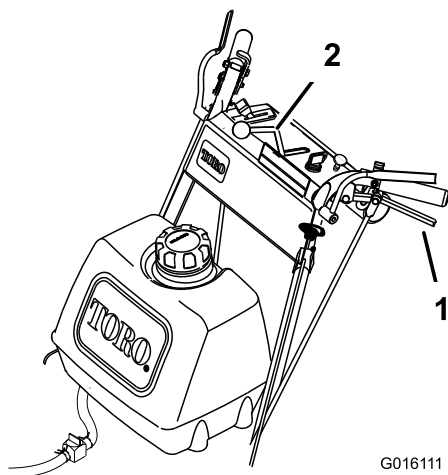

Рисунок 13
4. Медленно отпустите рычаги привода, чтобы начать движение вперед (**Рисунок 13**).
Для движения по прямой линии отпускайте рычаги привода одинаково (**Рисунок 13**).
Для поворота прижмите к рукоятке рычаг привода на той стороне, в которую вы хотите повернуть (**Рисунок 13**).
Медленно прижмите рычаги привода к рукоятке, чтобы начать движение задним ходом (**Рисунок 13**).